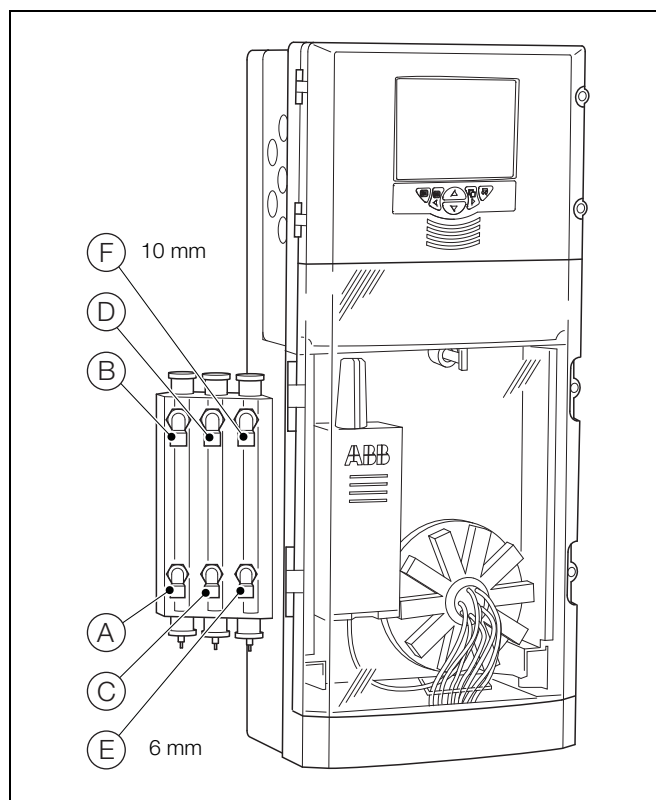

Abb. 4.11 Anschließen der Probeneinlass- und Abflussleitung(en), Mehrkanal-Ausführung
Die Probenauslassleitung(en) (B), (D) und (F) (siehe Abb. 4.11) muss/müssen so verlegt sein, dass ein Schwerkraftablauf gewährleistet ist.